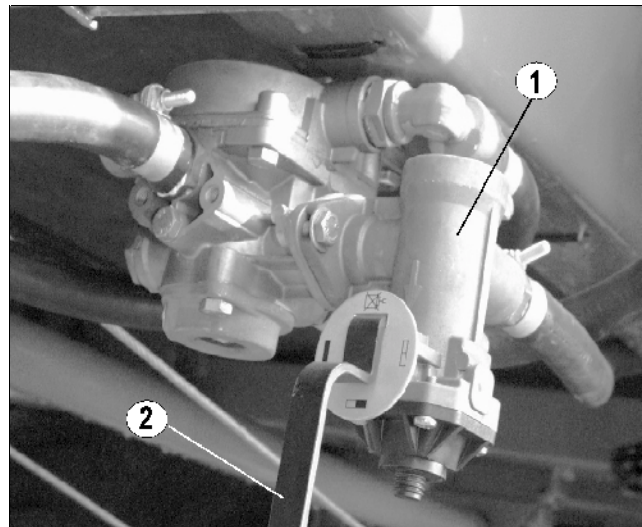

Fig. 13
- Vor Antritt der Fahrt den Bremskraftregler (Fig. 13/1) am Handhebel (Fig. 13/2) entsprechend dem Beladungszustand manuell einstellen.